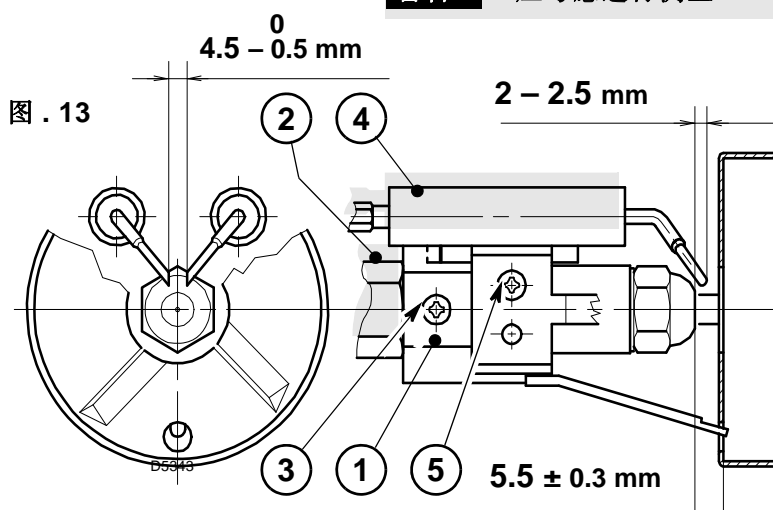

图 . 13
- ▶ 松开螺钉 (3) 后移走风管 (2)，将燃烧器悬挂在法兰 (1) 上 .
- ▶ 松开固定螺钉 (3, 图 . 13, P. 7) 后从电极上移走电缆 (4)，从喷嘴座上移走旋流盘组件 (5).
- ▶ 正确的拧上喷嘴 (6)，然后照图拧紧 .
- 从电极上移去电缆 (4), 松开螺钉 (3, 图 . 13)
## 4.2 电极的调整 (图 . 13)